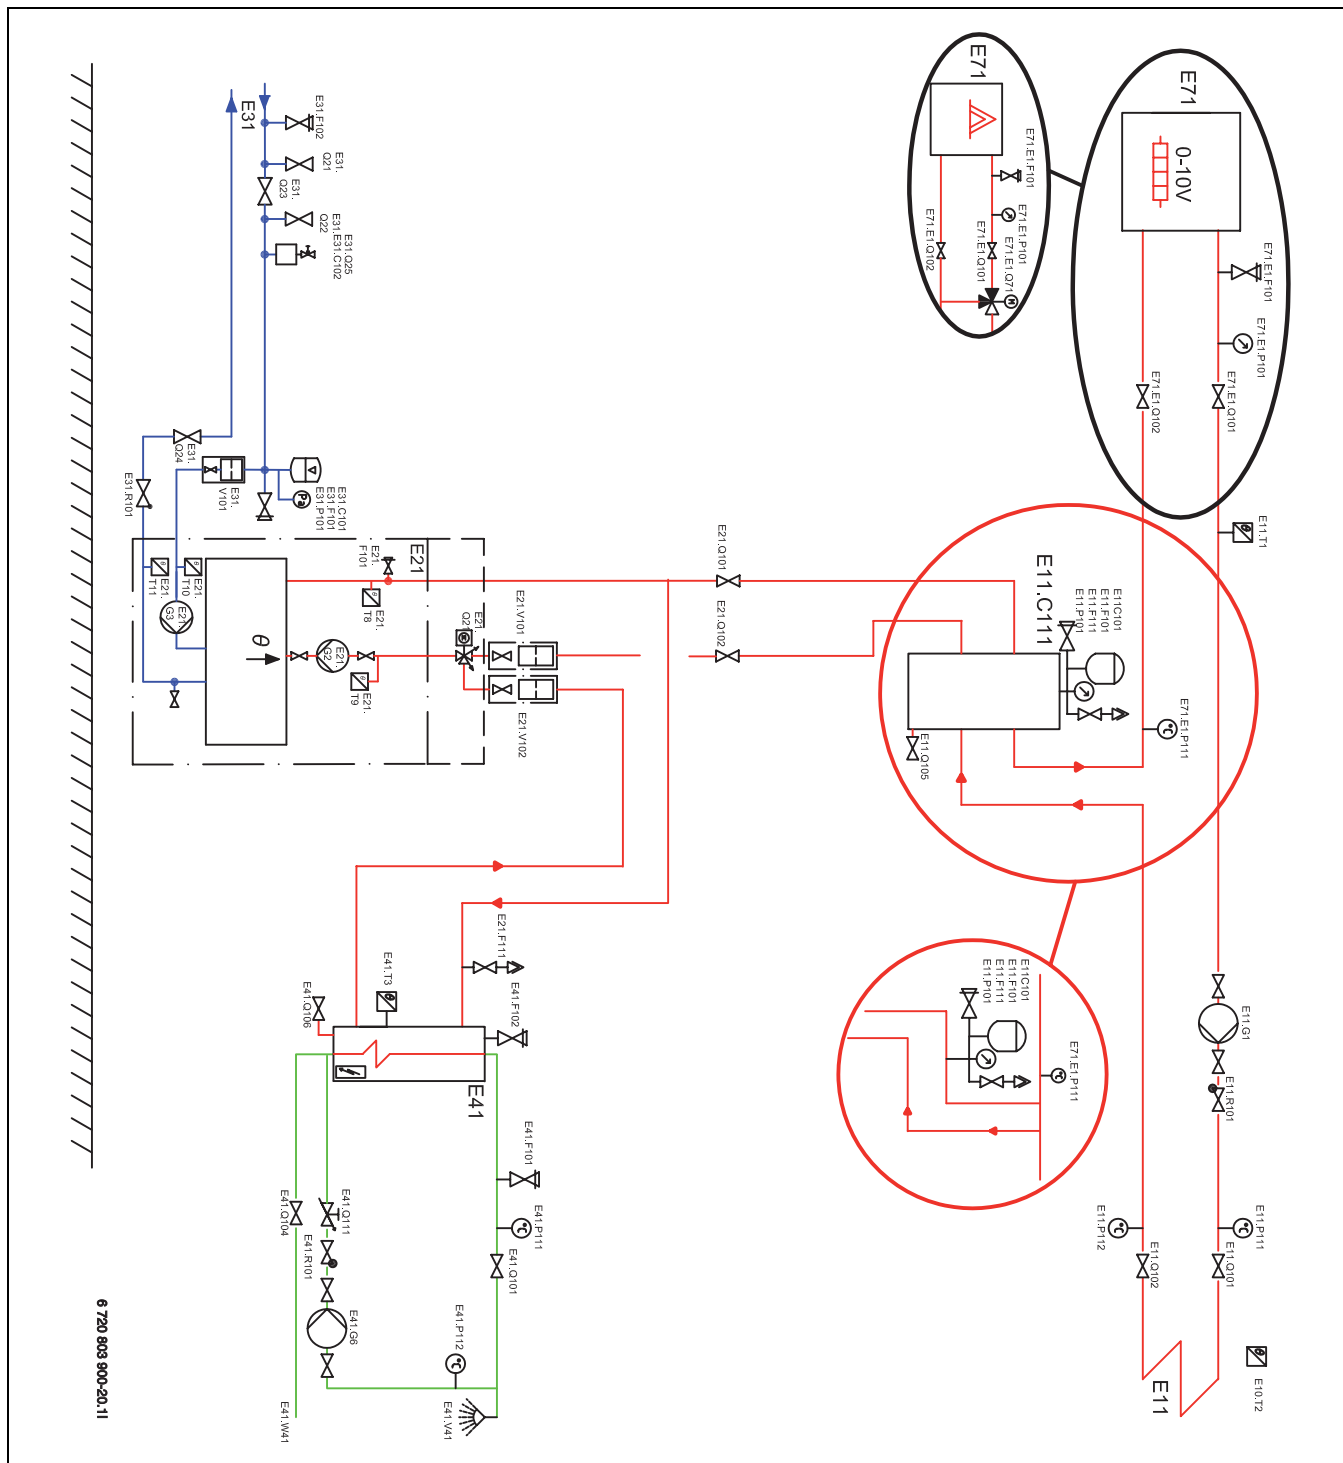

Bild 11 System med mindre varmvattenbehov
8.3.1 System med mindre varmvattenbehov (→ Bild 11)